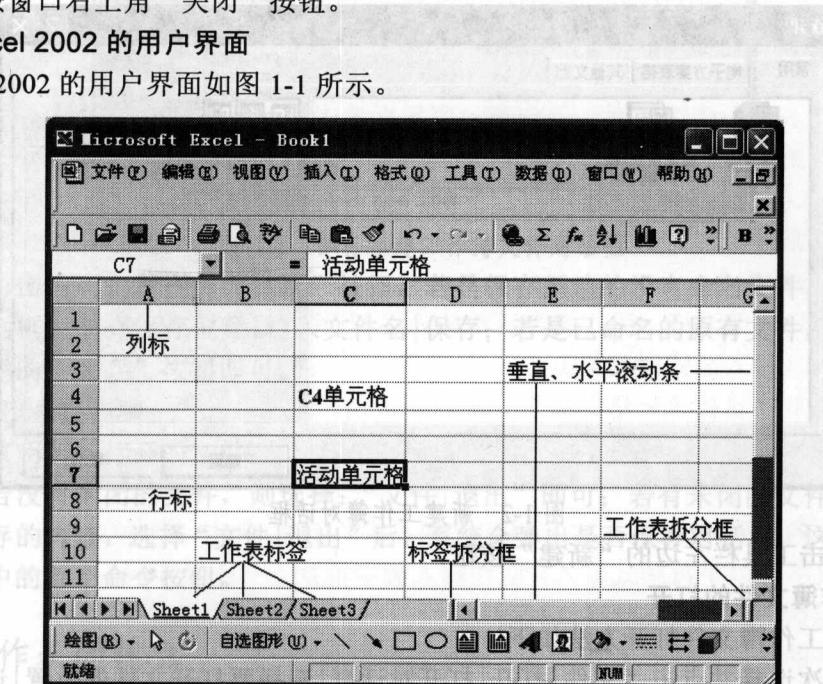

图 1-1 Excel 2002 用户界面
Excel 2002 的用户界面如图 1-1 所示。
(1) 工作簿：用来存储和处理数据的文件，是 Excel 存储数据的基本单位，默认的工作簿名为 Book1、Book2 或 Book3。一个工作簿可以有最多 255 个不同类型工作表，不论多少个工作表，保存时都保存在一个工作簿内。打开 Excel 文件，默认 3 个工作表：Sheet1、Sheet2、Sheet3，如图 1-1 所示。
(2) 工作表：是工作簿的一部分，是用来处理和储存数据的主要文档，由 65536 行和 256 列组成。
(3) 单元格：行与列交叉的位置即单元格，是基本操作单元，用每个单元格所在的列号和行号共同表示，如 C4 单元格，如图 1-1 所示。
(4) 活动单元格：常把选定的一个或多个单元格称为活动单元格或活动单元格区域。操作前要先确定活动单元格或活动单元格区域，如图 1-1 所示。
(1) 启动 Excel 时，系统自动创建一个名为 Book1 的工作簿，如图 1-1 所示；